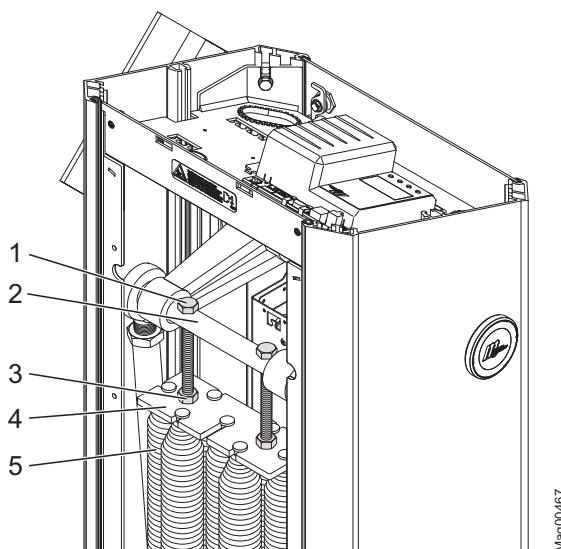

Fig. 43: Stille inn utjevningsfjær Access XXL
7. Løsne M12-mutrene (Fig. 43, pos. 3) jevnt.